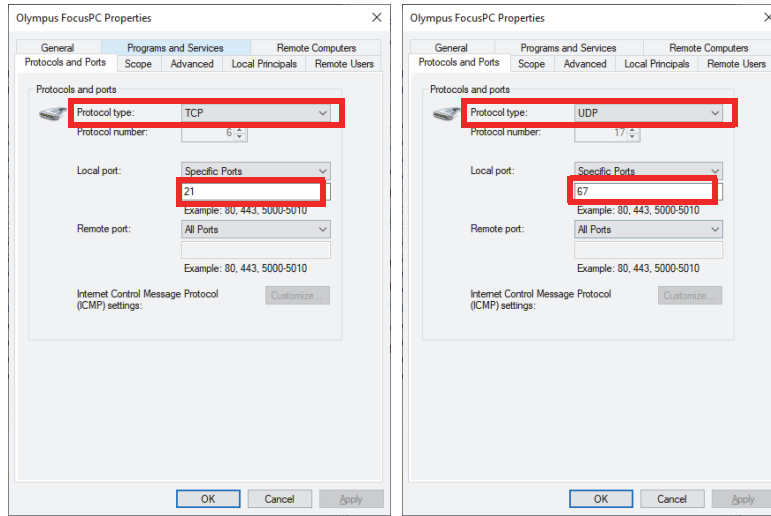
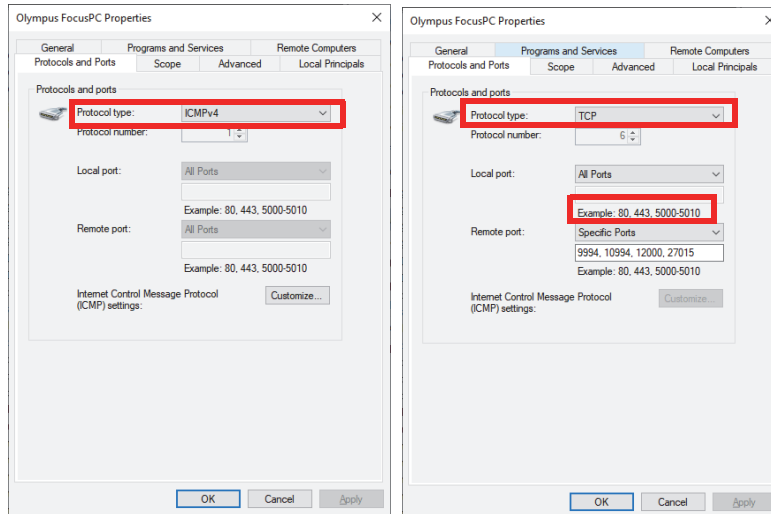

Figure 1-13 Type de protocole — Règle entrante TCP 21 et UDP 67
Figure 1-14 Type de protocole — Règle sortante ICMPv4 et TCP
7. Configurez le port avec les paramètres indiqués à la Figure 1-13 à la page 37, à la Figure 1-14 à la page 37 et à la Figure 1-15 à la page 38.